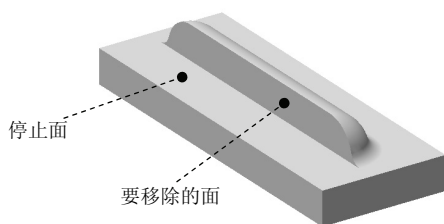

图 4.3.25 选取停止面和要移除的面
(1) 选择命令。选择下拉菜单 **插入(I)** → **钣金(B)** → **成型工具** 命令, 系统弹出“成型工具”对话框。
(2) 定义成型工具属性。
① 定义停止面属性。激活“成型工具”对话框中的 **停止面** 区域, 选取图 4.3.25 所示的停止面。
② 定义移除面属性。激活“成型工具”对话框中的 **要移除的面** 区域，选取图 4.3.25 所示的要移除的面。
(3) 单击  按钮，完成成型工具 1 的创建。